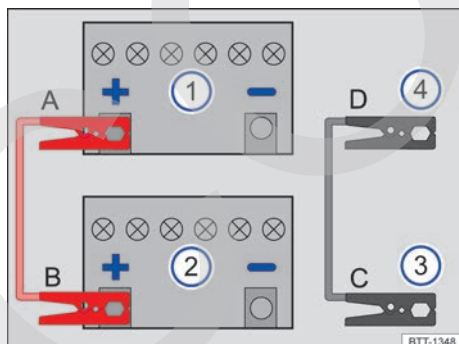

Fig. 171 Esquema para la conexión de los cables de arranque.
Leyenda de la fig. 171:
Los cables de arranque solo se deberán conectar siguiendo el orden A – B – C – D → fig. 171.
- Conecte un extremo del cable de arranque rojo al polo positivo (+) del vehículo con la batería descargada → fig. 171 ① → ⚠.
- Conecte el otro extremo del cable de arranque rojo al polo positivo (+) de la batería del vehículo que suministra la corriente → fig. 171 ②. ▶
- Conecte un extremo del cable de arranque *negro* → fig. 171 ③ preferentemente a una toma para la ayuda de arranque (terminal de masa); de lo contrario, al bloque motor o a una pieza de metal maciza atornillada fijamente al bloque motor.
- Conecte el otro extremo del cable de arranque *negro* → fig. 171 ④ preferentemente a la toma para la ayuda de arranque (terminal de masa) del vehículo con la batería descargada; de lo contrario, al bloque motor o a una pieza de metal maciza atornillada fijamente al bloque motor → ⚠.
- Desconecte los cables de arranque únicamente en el orden **D – C – B – A** fig. 171 con los motores en marcha.